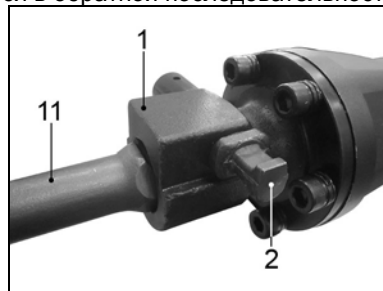

Рис. 4.
7.2.4. Преодолевая усилие пружины, оттяните фиксатор муфты (2) на себя, и удерживая в этом положении, поверните на 180° и отпустите фиксатор (2), Рис.4.